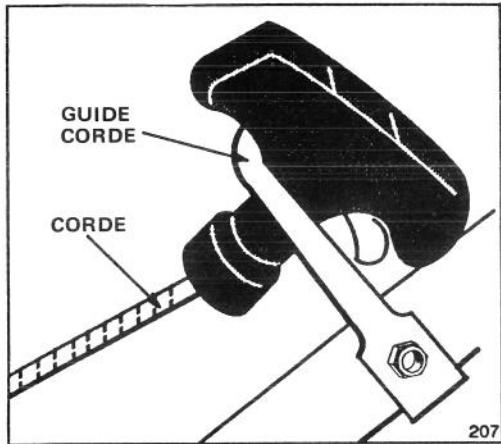

Figure 3
3. Tirez le cordon du démarreur à travers l'orifice dans le guide-cordon (Fig. 3). En serrant la barre de commande contre le guidon, le frein de la lame se relâchera et cela permettra de tirer plus facilement le cordon dans le guide.